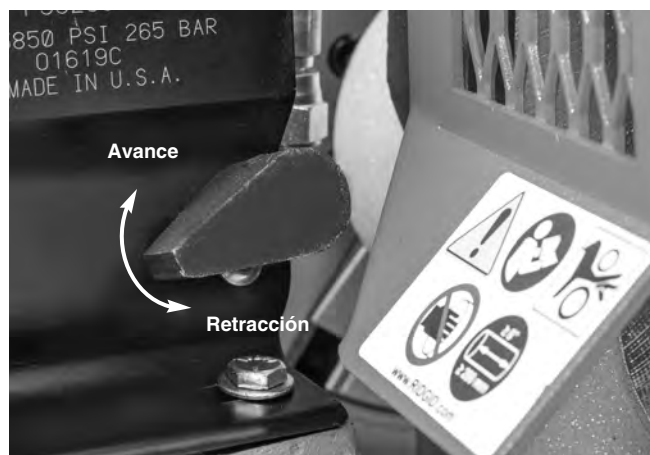

Figura 11 – Posición de la manivela de liberación de la bomba
- Para retraer el rodillo ranurador, coloque la manivela de la bomba en la posición de retracción. *Vea la Figura 11.*